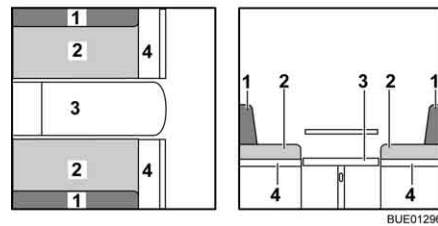

Bild 113 Under ombyggnaden
- Bredda sittbänken (Bild 113,4).
- Tag bort ryggdynorna (Bild 113,1) och lägg dem åt sidan.
- Drag sittdynorna (Bild 113,2) till mitten.